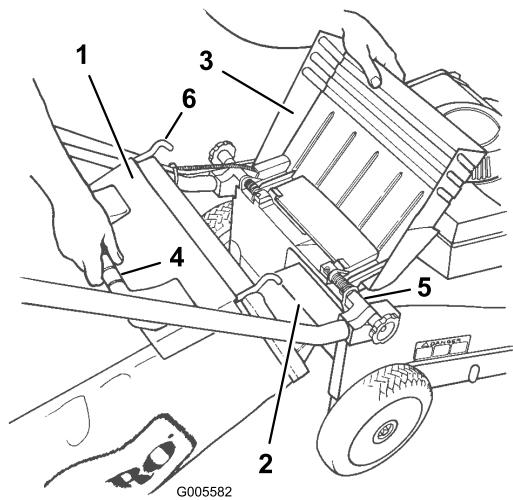

Figura 15
2. Alzate lo sportello di scarico, inserite nell'apertura di scarico la rampa prevista sul cesto di raccolta, e agganciate il telaio del cesto sulla sezione arrotondata delle staffe di fissaggio (Figura 15).